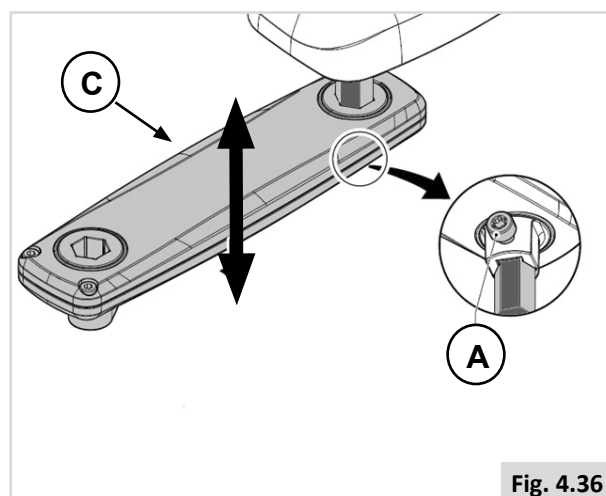
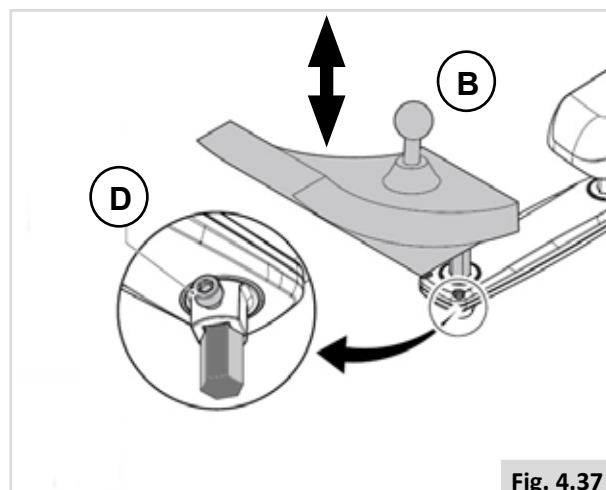

Fig. 4.36
Fig. 4.37
Réglage de la hauteur du boîtier de commande (1), (Fig. 4.36).
1. Desserrez (A).
2. Glissez (C) à la position désirée.
3. Resserrez (A).
Réglage de la hauteur du boîtier de commande (2), (Fig. 4.37)
1. Desserrez (D).
2. Glissez (B) à la position désirée.
3. Resserrez (D).